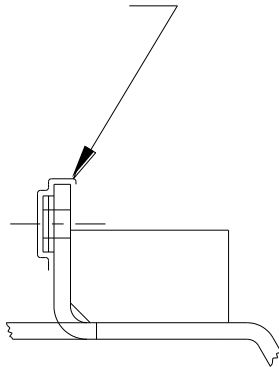

Figura 2
①	Cant. (4)	Perno de carruaje 1/2 x 1 1/4	⑤	Cant. (2)	Tuerca hexagonal 1/2 x 1 1/4
②	Cant. (4)	Bloque 1/4 x 1 1/2 x 2"	⑥	Cant. (2)	Arandela de bloqueo 1/2"
③	Cant. (4)	Arandela dentada cónica 1/2"	⑦	Cant. (4)	Arandela plana 1/2"
④	Cant. (4)	Tuerca hexagonal 1/2"	⑧	Cant. (2)	Ensambladura de tuerca de manija
1. Despegue (5) ganchos de caucho del escape y baje la porción inferior trasera del sistema de escape.
3. Levante el enganche a su posición y revise el espacio de lado a lado con el bastidor. Una arandelas de 1/2" al enganche según sea necesario para eliminar el vacío (ver figura 2).